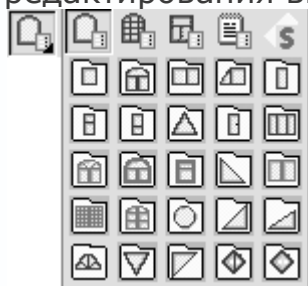

Рис. 1.23. Кнопки макрокоманды для построения окон
- Вариантная кнопка Окна реализует построение различных типов окон (рис. 1.23).